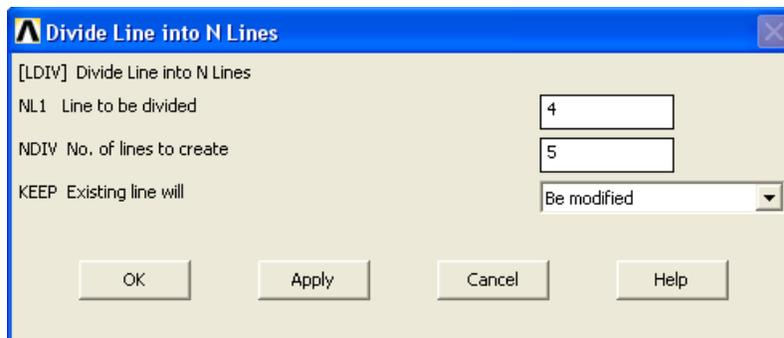

Рисунок 26. Окно *Divide Line into N Lines*
- Указываем дугу **L4** (Рисунок 26).